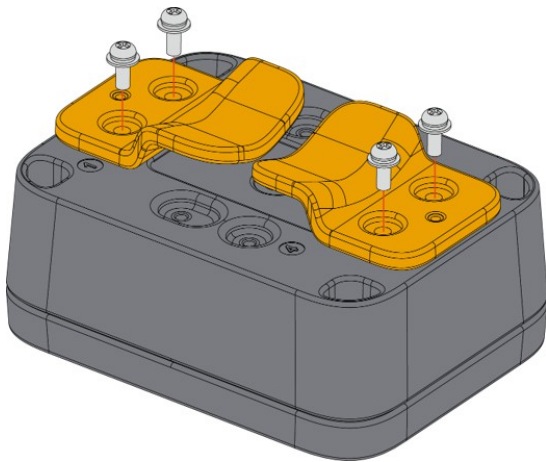

Abbildung 14: Befestigung der Mastbefestigung am Gehäuse
2. Befestigen Sie die mit dem Buchstaben **A** gekennzeichneten Mastbefestigungen mit vier (4) M3\*8-mm-Kopfschrauben mit Unterlegscheibe am WisBlock Unify-Gehäuse. Platzieren Sie sie an den festen Positionen Nr. **1 und 3** des Gehäuses, wie in **Abbildung 14** dargestellt.